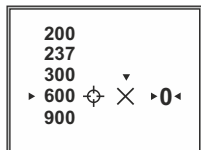

Abb. 7
- Das Zielfernrohr speichert maximal fünf Werte der Distanz (**Abb. 7**).
- Um die Distanz zu löschen, wählen Sie den Punkt **X** (**Abb. 7**). Drücken Sie den Controller, um das Löschen zu aktivieren.